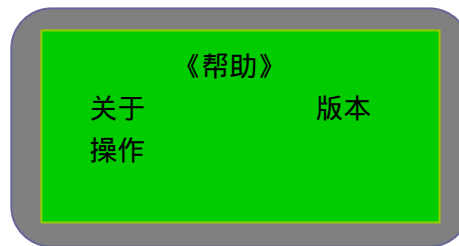

图 5-7
- 帮助：在主菜单选择“帮助”，进入帮助界面（见图 5-7），有三个选项，关于（关于本公司的一些信息），版本（调取 MMI 版本号和 CPU 版本号），操作（对于本面板操作方法的简单说明）。